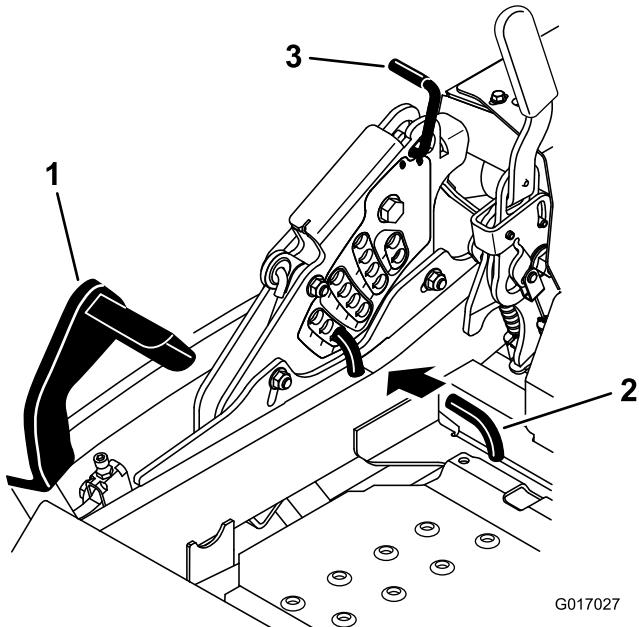

Figura 27
- Pise el pedal de elevación de la carcasa y eleve la carcasa a la posición de transporte (que es también la posición de altura de corte de 140 mm (5-1/2 pulg.) (Figura 27).
- Para ajustar la altura de corte, gire el pasador 90 grados y retire el pasador del soporte de altura de corte (Figura 27).
- Seleccione el taladro del soporte de altura de corte que corresponde a la altura de corte deseada, e inserte el pasador (Figura 27).